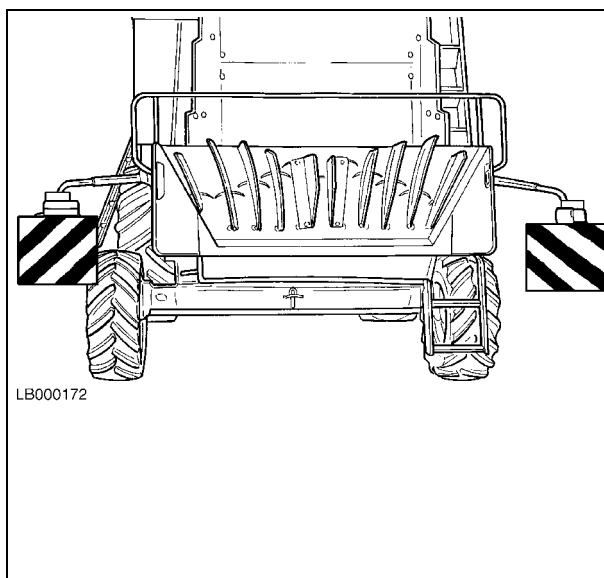

Рис. 30
- Сзади, на кронштейнах для фар (Рис. 30).